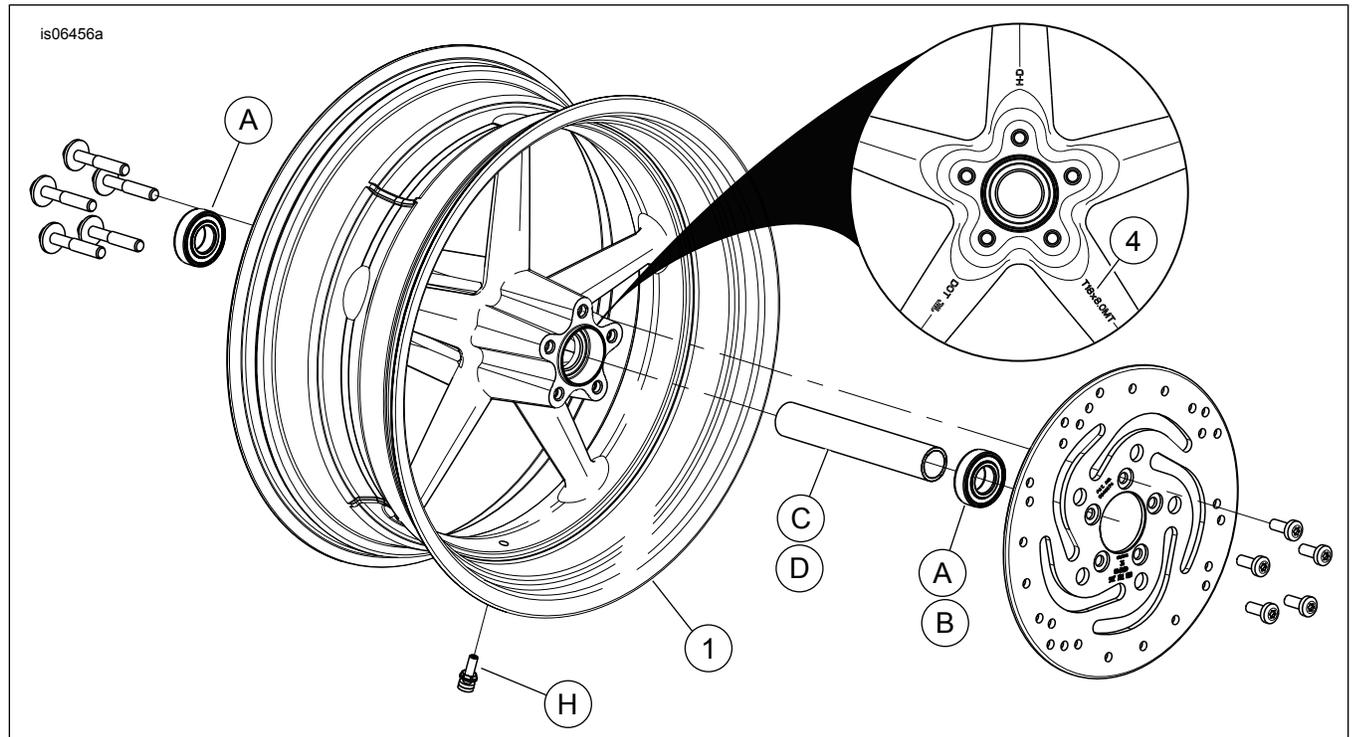

Figura 1. Piezas de servicio: Rueda trasera Rocker
Estos kits incluyen solamente la rueda personalizada. Vea Figura 1 y Tabla 2.
2. Vea Figura 1. Instale el conjunto del vástago de la válvula (H) en la rueda. Vea el Manual de servicio.